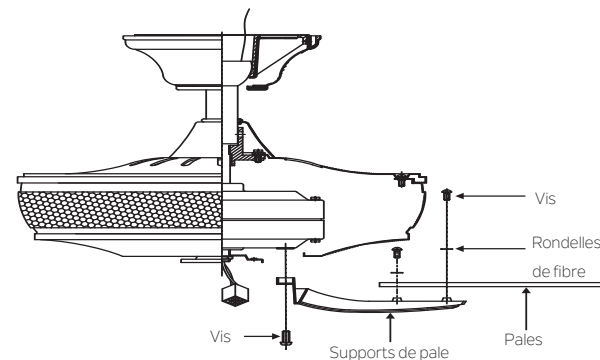

Fig. 16
Étape 1. Fixer une pale sur un support de pale à l'aide des vis et rondelles de fibres fournies. (Fig. 16)
Étape 2. Fixer chaque support de pale sur le moteur à l'aide des vis de montage « préinstallées » sur les supports de pale. (Fig 16)